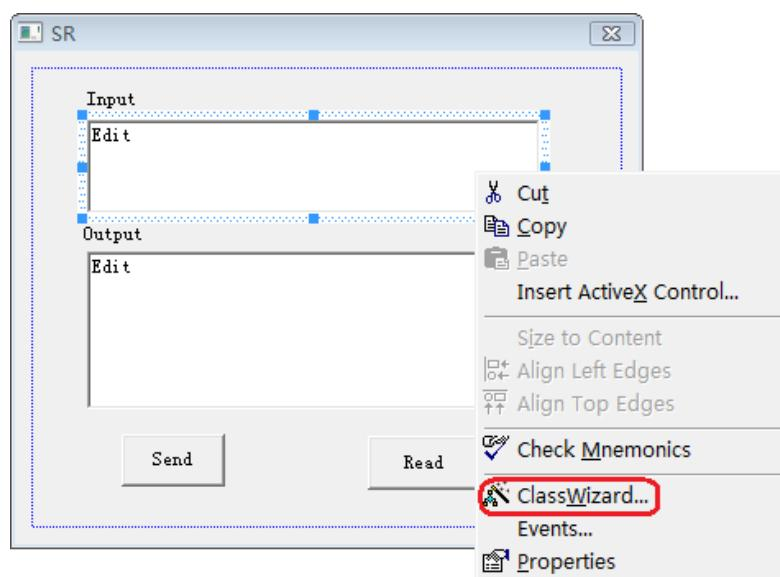

图 4-1-5
- (1) 添加两个 Static Text 控件，分别命名为 Input 和 Output。
- (2) 添加两个 Edit 控件，分别添加变量 m_send 和 m_read。如图 4-1-5 和 4-1-6 所示。